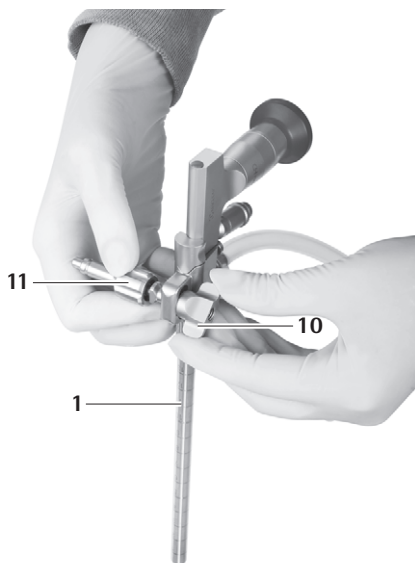

Fig. 19
- ▶ Dra åt vingmuttern **10** tills fästarmsadaptorn **11** sitter fast, se Fig. 19.